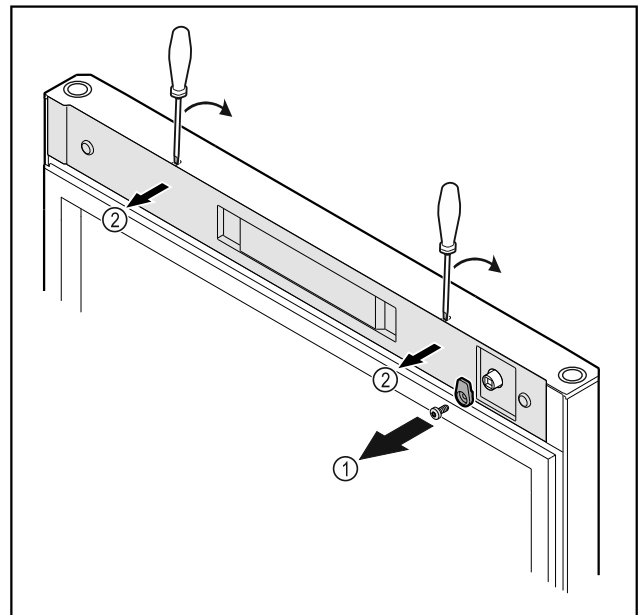

Fig. 11
- Svitare i ganci di chiusura Fig. 11 (1).
- Disinnestare la copertura Fig. 11 (2) con l'ausilio di un piccolo cacciavite e rimuoverla.